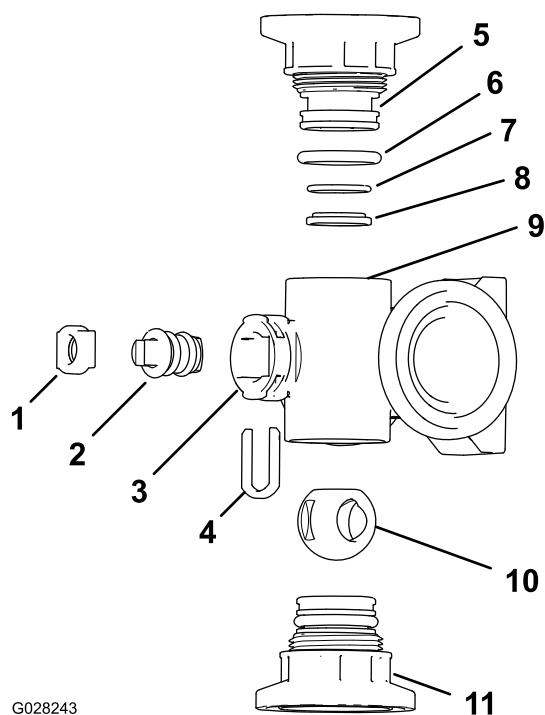
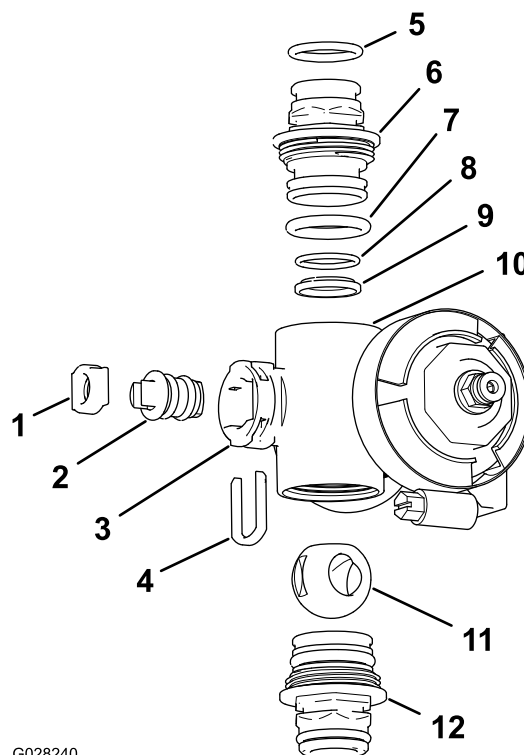

Рисунок 124
Рисунок 125
2. Снимите два штуцера торцевой крышки в сборе с каждого конца корпуса коллектора (Рисунок 124 и Рисунок 125).
4. Извлеките держатель штока из пазов в отверстии штока в коллекторе (Рисунок 124 и Рисунок 125).
5. Снимите держатель штока и седло штока клапана с коллектора (Рисунок 124 и Рисунок 125).
6. Просуньте руку внутрь корпуса коллектора и извлеките оттуда шток клапана в сборе (Рисунок 124 и Рисунок 125).
1. Проверьте состояние уплотнительных колец выпускных штуцеров (только коллектор клапана секции), уплотнительных колец торцевых крышек, задних уплотнительных колец седла и седла шарового клапана на отсутствие повреждений или износа (Рисунок 124 и Рисунок 125).
2. Нанесите силиконовую консистентную смазку на шток клапана и вставьте его в седло штока клапана (Рисунок 124 и Рисунок 125).
3. Вставьте шток и седло клапана в коллектор и закрепите шток и седло держателем штока (Рисунок 124 и Рисунок 125).
4. Убедитесь, что заднее уплотнительное кольцо седла и седло шарового клапана выровнены и правильно установлены в штуцере торцевой крышки (Рисунок 124 и Рисунок 125).
5. Установите штуцер торцевой крышки в сборе на корпус коллектора так, чтобы фланец штуцера торцевой крышки касался корпуса коллектора (Рисунок 124 и Рисунок 125), затем доверните штуцер торцевой крышки еще на 1/8–1/4 оборота.